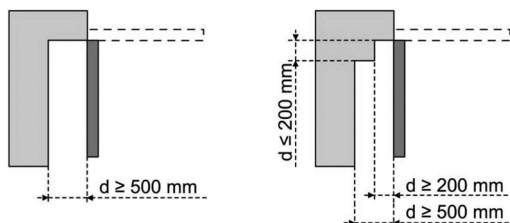

Figure 4 - Distance de sécurité
ZONE 4 Risque de coincement entre les bords secondaires et les parties fixes avoisinantes	La protection contre l'écrasement avec une partie fixe avoisinante peut se faire par : - détection d'obstacle intrinsèque à la motorisation. Valider impérativement que la détection d'obstacle est conforme à l'annexe A de la norme EN 12 453) - des distances de sécurité (voir Fig. 4) Si l'espace entre le sol et le bord secondaire inférieur ne varie pas pendant le mouvement, la protection de la surface du tablier est suffisante. Sinon, la protection doit se faire par : - détection d'obstacle intrinsèque à la motorisation. Valider impérativement que la détection d'obstacle est conforme à l'annexe A de la norme EN 12 453) - par une protection mécanique
3.1 Hauteur d'installation - Fig. 4